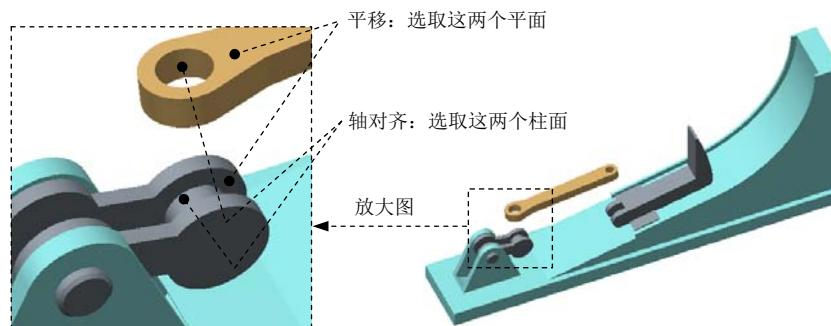

图 7.7.10 创建“销 (Pin)”连接
(6) 单击操控板中的 **√** 按钮，完成滑块连接的创建。
Step8. 引入元件 LINK02.prt，并将其调整到图 7.7.10 所示的位置。
- (1) 在“元件放置”操控板的机械连接约束列表中选择 销 选项。
- (2) 定义“轴对齐”约束。单击操控板中的 **放置** 按钮，分别选取图 7.7.10 中的两个柱面为“轴对齐”约束参考，此时 **放置** 界面如图 7.7.11 所示。
- (3) 定义“平移”约束。选取图 7.7.10 中的两个平面为“平移”约束的参考，此时 **放置** 界面如图 7.7.12 所示。